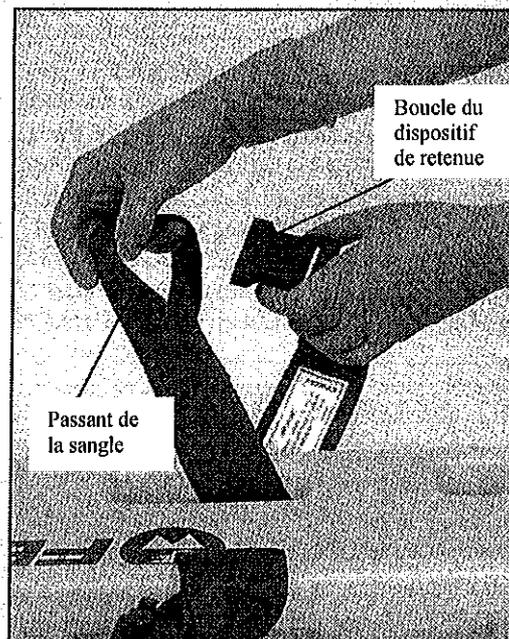

Figure 11 – Fixation d'un dispositif de retenue en deux parties
2. Passez le passant de la sangle de l'une des deux parties de bas en haut à travers l'une des poignées latérales du cadre de la civière (Figure 11).
3. Tenez le passant de la sangle ouvert et faites passer la boucle du dispositif de retenue à travers (Figure 11).